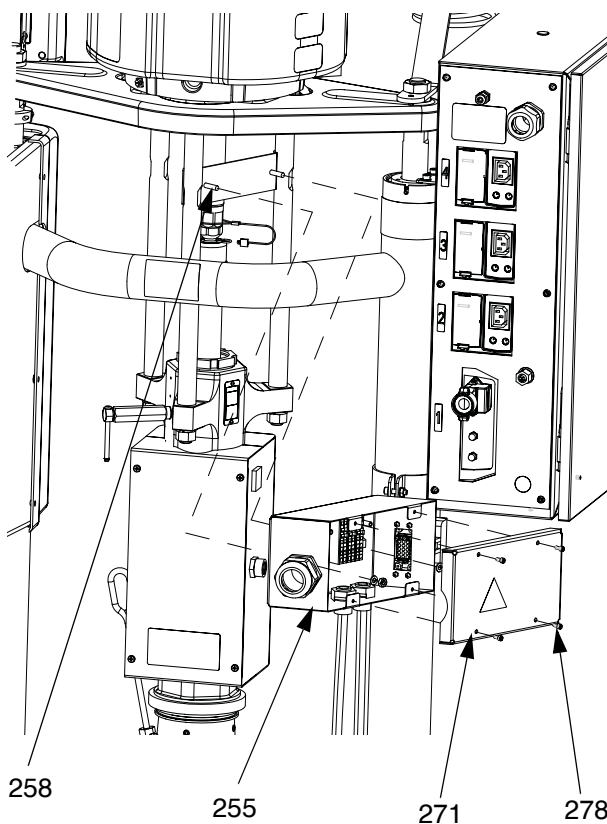

Рис. 34: снятие распределительной коробки D60
Для меньших опорных емкостей (системы подачи D60 на 3 дюйма): Снова установите распределительную коробку (255) на кронштейн (258). Используйте винты (278), чтобы прикрепить крышку (271). См. Рис. 34.